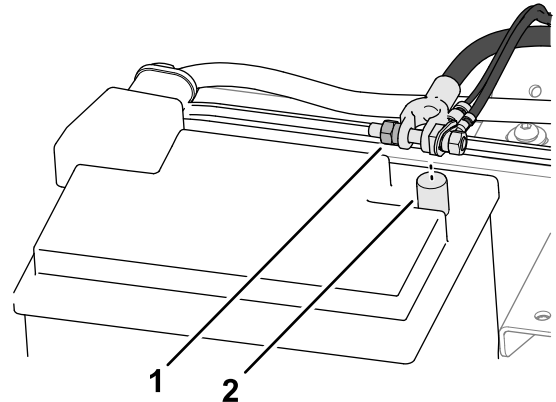

Bild 25
1. Schließen Sie die Klemme des Minuskabels der Batterie (Bild 25) an dem Minuspol der Batterie an.
2. Ziehen Sie die vordere Mutter und die T-Schraube (Bild 25) der Kabelklemme des Minuskabels fest.